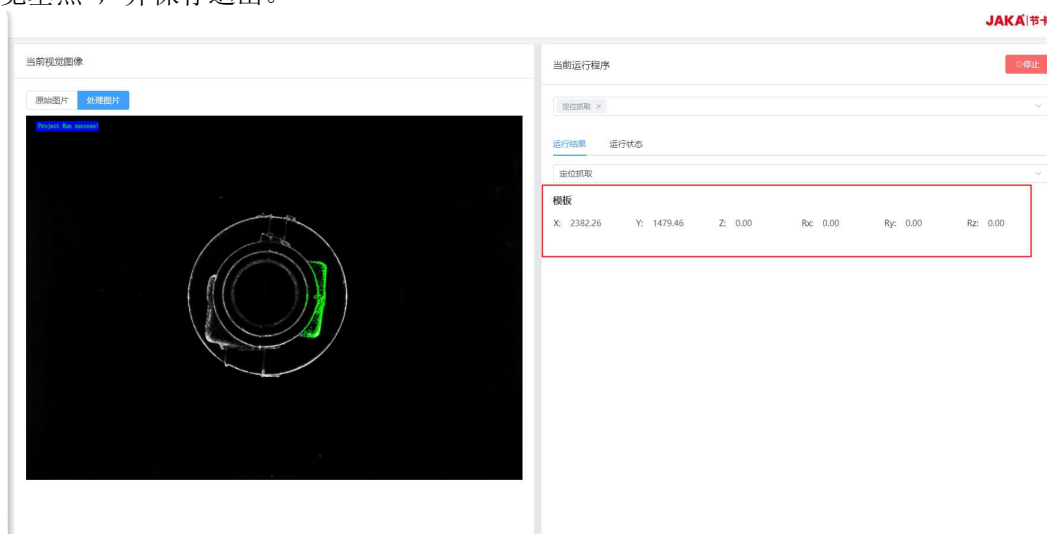

图 9.1.5 项目运行主页
- 3、在运行结果栏查看模板匹配工具的结果，如图 9.1.5 红框圈出的地方，记录 X, Y, Rz；